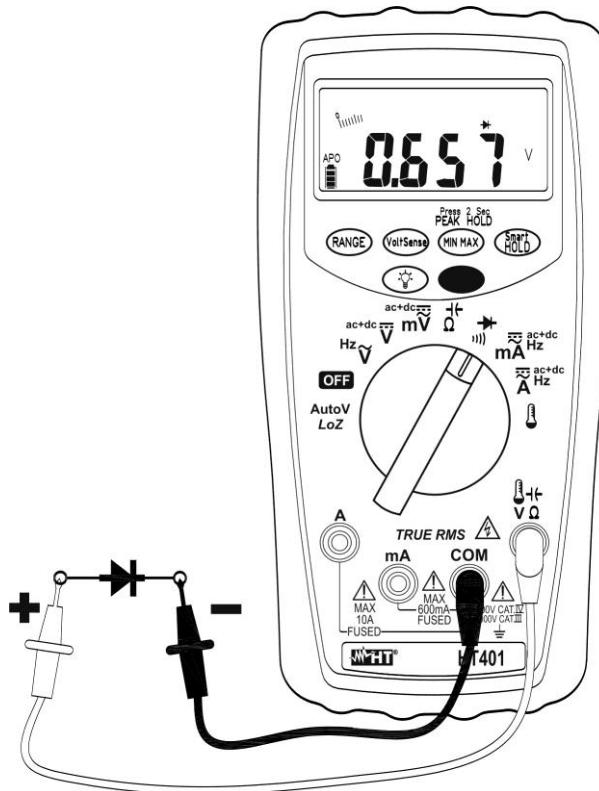

Fig. 8: Uso dello strumento per Prova Diodi e Test Continuità
4. Collegare il puntale rosso all'anodo del diodo ed il puntale nero al catodo (vedere la Fig. 8). Lo strumento mostra a display la tensione di polarizzazione diretta. Tale tensione è tipicamente 0.4 ~ 0.9V per buone giunzioni.